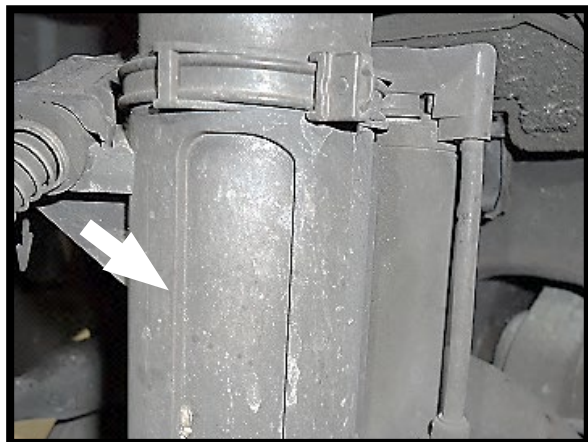

图8
6. 剪断扎线带，拆下制动管路支架和底部卡箍。(图8、9、10和11)